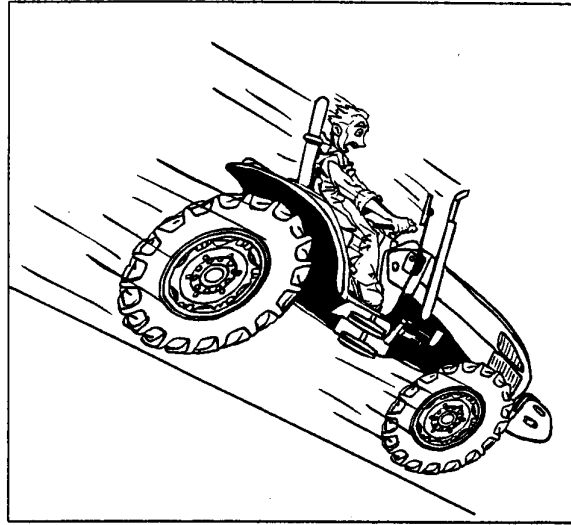

Fig.2-40
- Conecte una marcha lenta antes de iniciar un descenso o una subida. (Fig.2-40)
- Mantenga una marcha conectada. Nunca efectúe un descenso con el tractor desembragado o el cambio en punto muerto (Fig. 2-40).